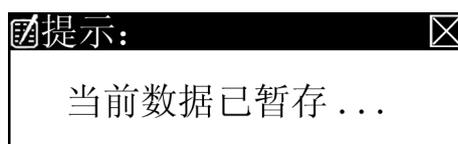

图 7.6
3) 在测试界面，将光标移到“暂存”按钮，按“确认”键则仪器将当前测试结果暂时存到内存以便查看。出现提示框如图 7.6